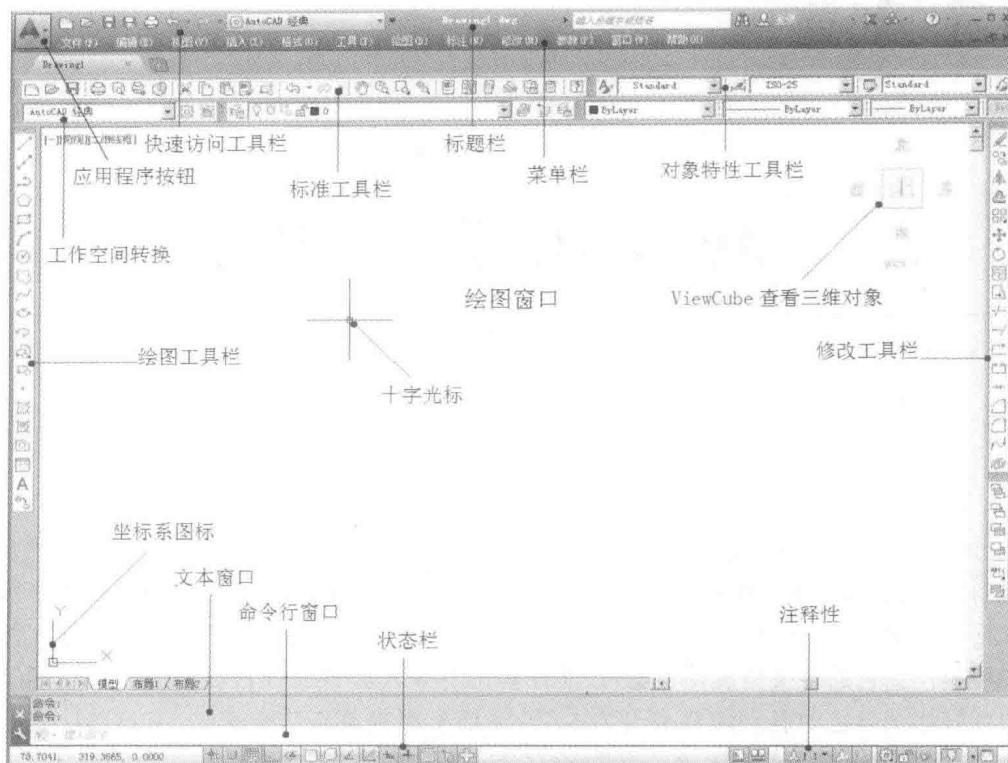

图 1-1 AutoCAD 2014 经典界面
双击 AutoCAD 快捷方式图标  ,即可进入 AutoCAD 系统。AutoCAD 是 Windows 系统下开发的应用程序,其用户界面、以及许多操作和命令都与 Windows 应用程序非常相似,无论用户是否对 Windows 有经验,都会发现 AutoCAD 的界面和命令工具是非常容易学习掌握的,如图 1-1 所示。
(2) 系统打开绘图界面，默认的界面布置如图 1-1 所示。